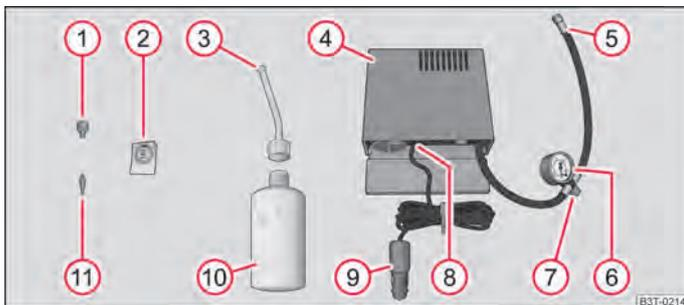

Abb. 192 Bestandteile des Reifenreparatursatzes
- Den Aufkleber ② ⇒ Abb. 192 kleben Sie auf die Schalttafel im Sichtfeld des Fahrers.
- Schrauben Sie mit Hilfe des Ventileinsatzdrehers ① den Ventileinsatz heraus und legen ihn auf einen sauberen Untergrund.
- Reifenfüllflasche ⑩ ⇒ Abb. 192 einige Male kräftig schütteln.
- Einfüllschlauch ③ fest im Uhrzeigersinn auf die Reifenfüllflasche schrauben ⑩. Die Folie am Verschluss wird automatisch durchstoßen.
- Verschlussstopfen vom Einfüllschlauch ③ entfernen und das offene Ende ganz auf das Reifenventil stecken.
- Flasche ⑩ mit dem Boden nach oben halten und das gesamte Dichtungsmittel der Reifenfüllflasche in den Reifen füllen.
- Ventileinsatz mit dem Ventileinsatzdreher ① wieder in das Reifenventil schrauben.
- Reifenfüllschlauch ⑤ ⇒ Abb. 192 des Luftkompressors fest auf das Reifenventil schrauben.
- Prüfen, ob die Luftablassschraube ⑦ zuge dreht ist.
- Stecken Sie den Stecker ⑨ in die 12-Volt-Steckdose ⇒ Seite 93.
- Luftkompressor mit dem EIN- und AUS-Schalter ⑧ einschalten.
- Wenn der Luftdruck von 2,0 – 2,5 bar nicht erreicht werden kann, den Reifenfüllschlauch ⑤ vom Reifenventil abschrauben.
- Reifenfüllschlauch des Luftkompressors ⑤ erneut fest auf das Reifenventil schrauben und den Aufpumpvorgang wiederholen.